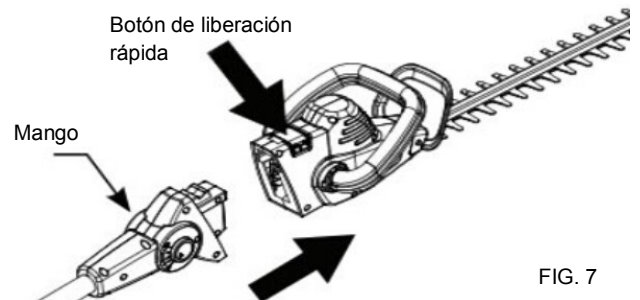

FIG. 7
2. Introduzca el tubo telescópico en el cabezal de corte del cortasetos de tubo. (Fig. 7) Presione el botón de liberación rápida hasta la posición de asegurado.